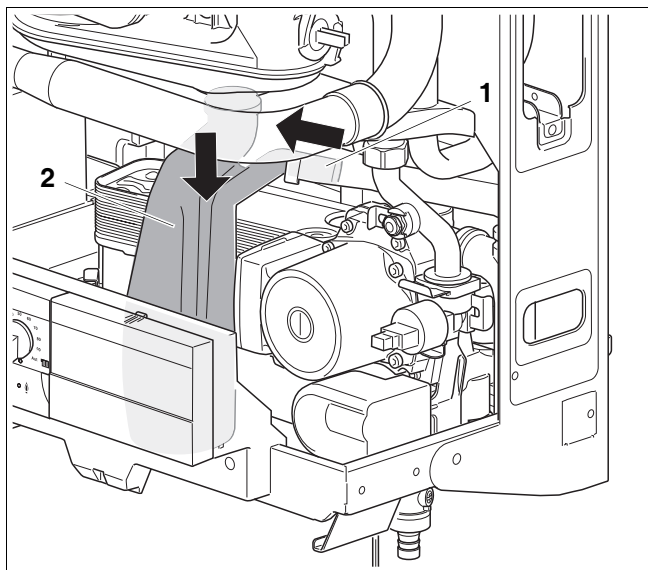

Abb. 49 Siphon reinigen
- Ableitung (Abb. 49, **Pos. 1**) seitlich vom Siphon abziehen.
- Siphon (Abb. 49, **Pos. 2**) mit Lippendichtung nach unten aus der Halterung ziehen.
- Siphon entfernen (siehe Abb. 49).